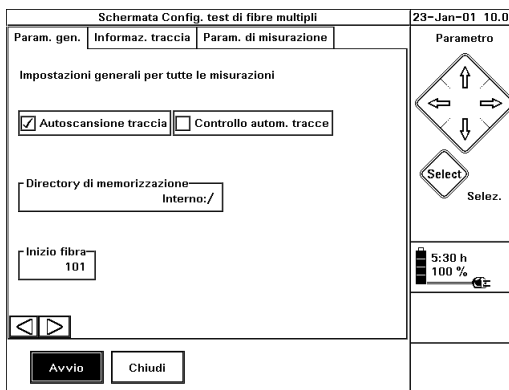

Figura 56 Schermo di configurazione Test su più fibre
- Viene visualizzato lo schermo Configurazione di più fibre (Figura 56). La pagina visualizzata è l'ultima visitata nello schermo Configurazione.
NOTA Selezionare Config per tornare allo schermo Configurazione Task (Figura 56).